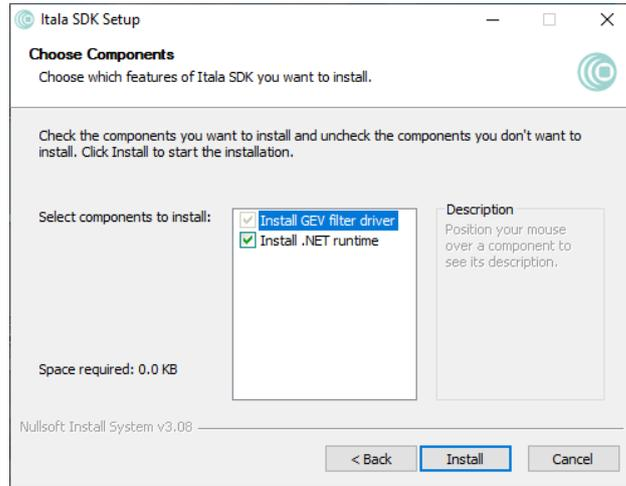

Figure 12: 组件选择窗口。
5. 选择需要安装的组件（图 12）。如果只安装过滤器驱动程序，则可跳过步骤 6。